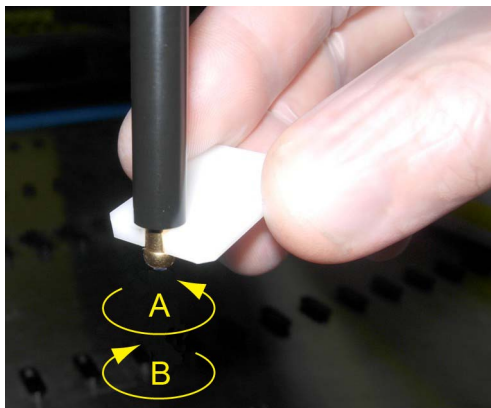

Fig. 7-7 Chiave per coni
- 1** Tenere il tubo di espulsione del puntale mentre si svita il cono del puntale monouso, utilizzando la chiave a cono in dotazione (vedere Fig. 7-7, Fig. 7-35).